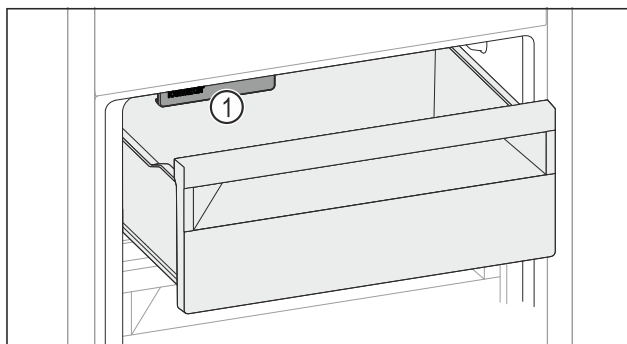

Fig. 126
- ▶ Dávejte pozor na IceMaker Fig. 126 (1).